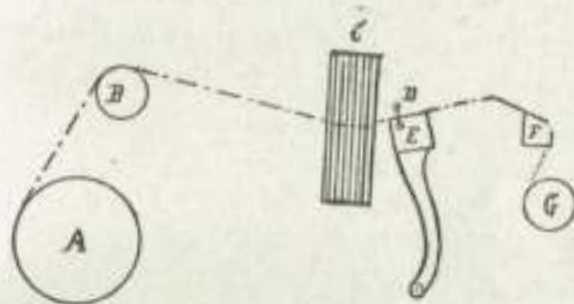

Fig. 30.
Si procede a tale verifica *tirando su le calze* (2). Per far ciò anzitutto è necessario *aprire il telaio e metterlo in posizione di rimessa abbassata*, nel senso cioè che la cassa battente si trovi al principio della sua corsa in avanti, ed i fili d'ordito *sian tutti abbassati* al piano della tavola (*planche*) della cassa battente, come vedesi nella fig. 30